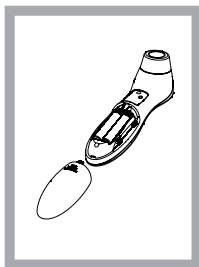

Figura 10
3. Extrageți bateriile vechi și înlocuiți-le cu două baterii noi de tipul AAA (figura 10).